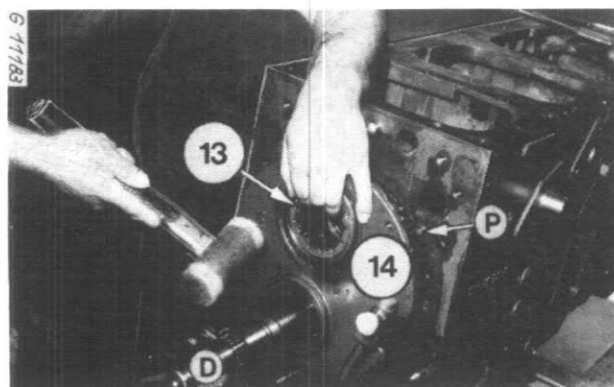

Figure 116
Installez le couvercle support de roulements (14), avec précaution, sur les roulements avec un marteau en plastique ou un maillet (voir Fig. 116). Prenez soin d'engager complètement le téton de centrage (P) afin d'assurer l'alignement correct.